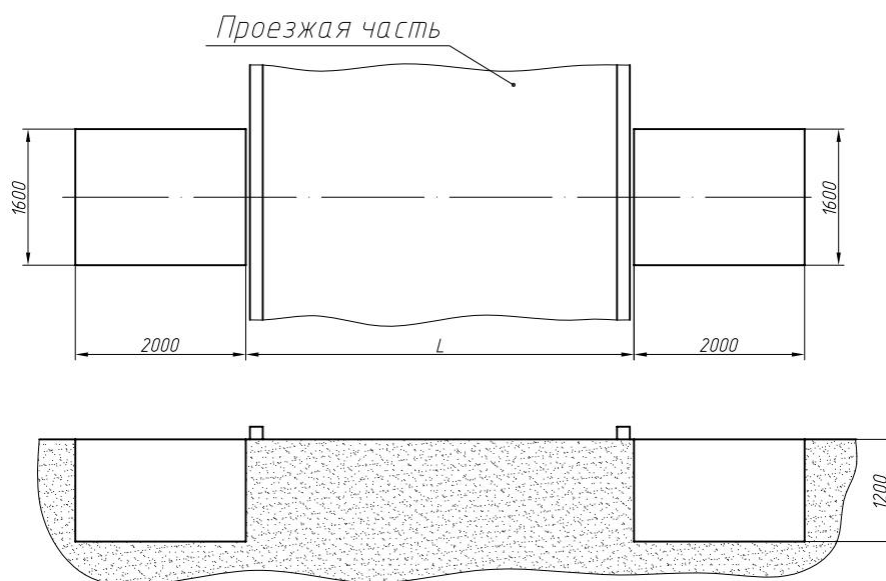

Рисунок 1
1.1.1 Произвести разметку в месте установки шлагбаума (рис.1). Минимальные размеры котлованов приведены в таблице №1. Размеры котлованов можно корректировать исходя из возможностей установки на местности сохраняя общий объем бетона, но не менее 1400x1400 мм по плоскости.